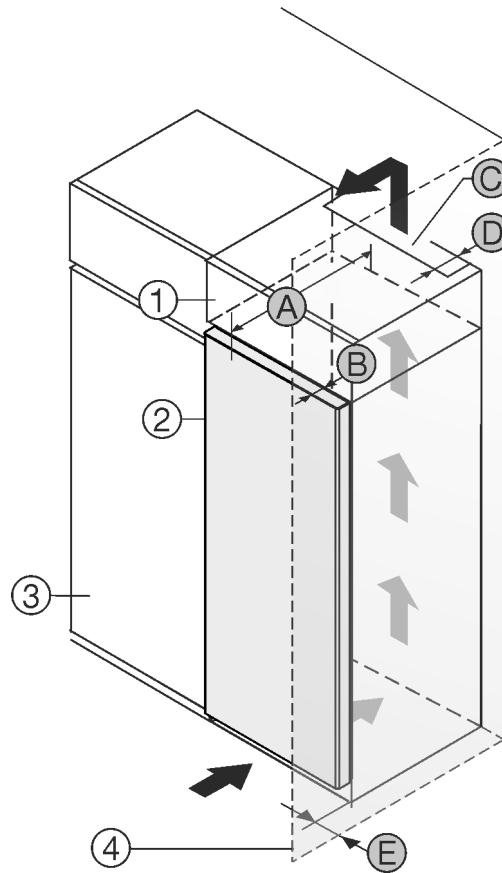

Fig. 1
A készülék közvetlenül a konyhaszekrény Fig. 1 (3) mellé állítható.*
A rátét szekrény hátoldalán egy megadott mélységű Fig. 1 (D) szellőzőaknákat kell kialakítani a rátét szekrény teljes szélességében.*
A mennyezet alatt be kell tartani a szellőző keresztmetszetet Fig. 1 (C).*
Ha a készüléket a zsanérjaival a fal Fig. 1 (4) mellé állítja fel, legalább 13 mm távolságot kell tartani a faltól.*
Ha a készüléket a zsanérjaival a fal Fig. 1 (4) mellé állítja fel, legalább 20 mm távolságot kell tartani a faltól.*
Ahhoz, hogy az ajtót teljesen ki tudja nyitni, a készüléknek a konyhaszekrény elülső oldalához képest legalább az ajtó mélységének Fig. 1 (B) megfelelően ki kell állnia. A konyhaszekrények Fig. 1 (3) mélységétől és a fali távtartók használatától függően a készülék nagyobb mértékben is túllóghat előre felé.*